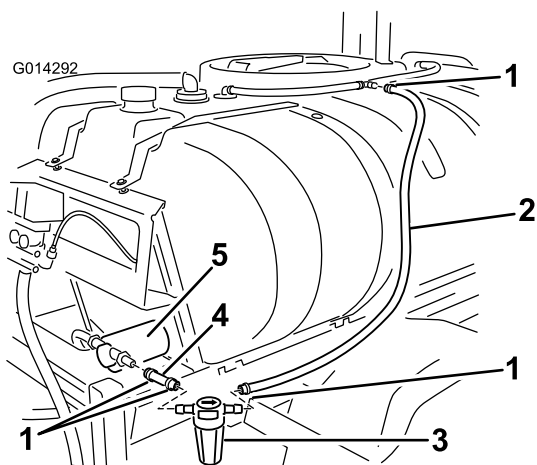

Figura 22
5. Instale la manguera en el extremo abierto del acoplamiento en T instalado anteriormente (Figura 22).